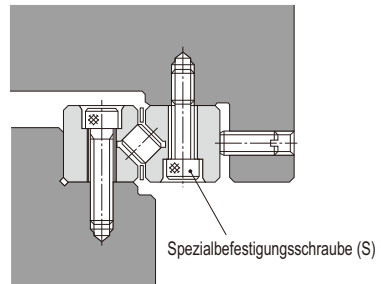

Abb. 2
Kann die Befestigungsart nach Abb. 2 konstruktionsbedingt nicht vermieden werden, sind Spezialmontageschrauben (S) zu verwenden (siehe Abb. 3).